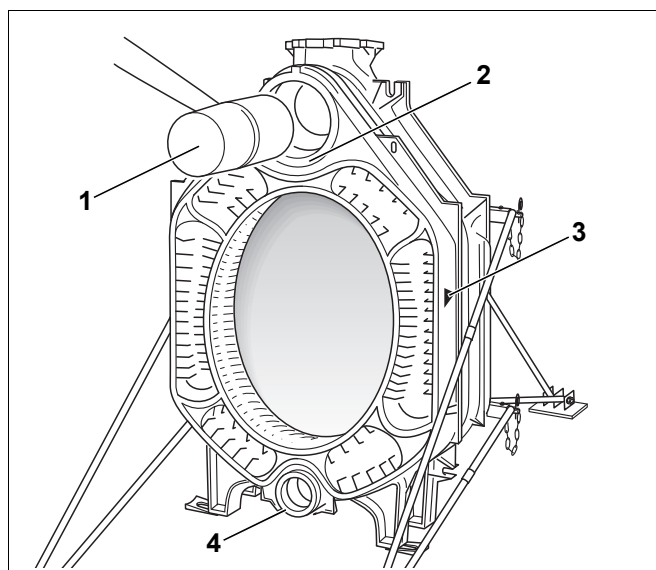

Рис. 18 Установка средней секции
- ▶ Наденьте верхнюю и нижнюю ступицы (рис. 18, [2] и [4]) средней секции с верхним подключением подающей линии на ниппели задней секции, при этом стрелка, указывающая направление монтажа (рис. 18, [3]) должна быть обращена назад.
- ▶ Деревянным или резиновым молотком (рис. 18, [1]) забейте первую среднюю секцию на ниппели задней секции.